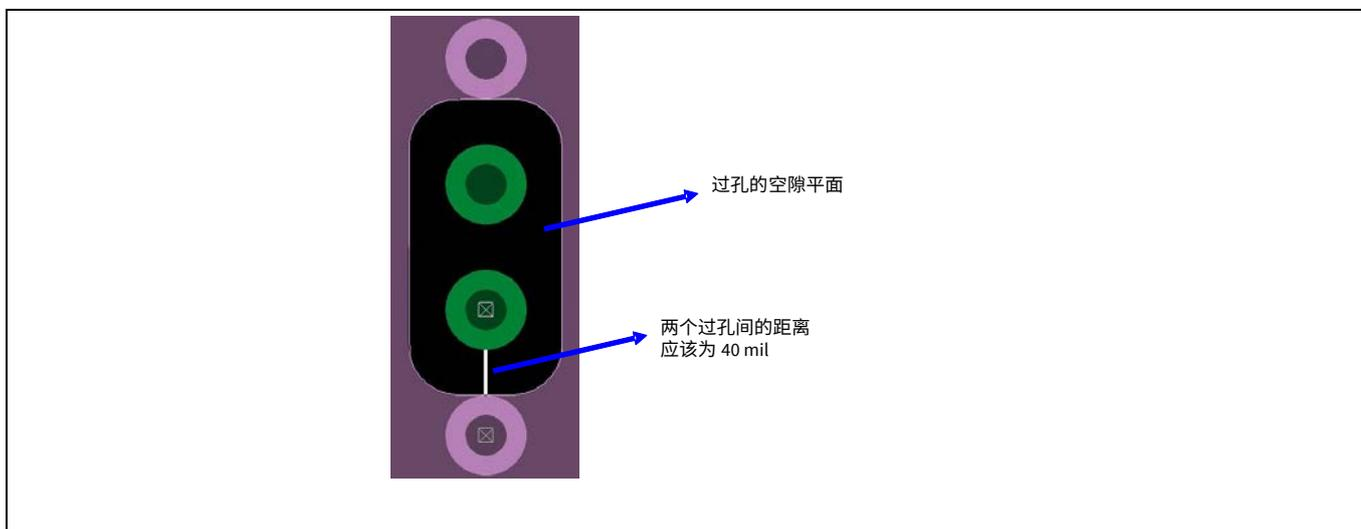

Figure 34 SS 走线的空隙过孔放置
- SS 信号线上的过孔空隙应该普遍存在于该差分对。常见的空隙, 如 Figure 34, 与单独过孔相比会保持更高的阻抗匹配。